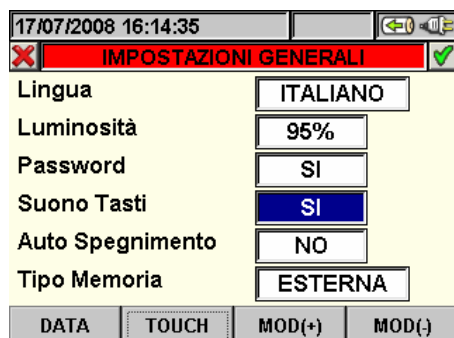

Fig. 14: Videata Impostazione Suono Tasti
1. Posizionare il cursore con i tasti freccia alto o basso sul campo corrispondente alla voce "Suono Tasti" evidenziandolo su sfondo blu, come mostrato in Fig. 14: